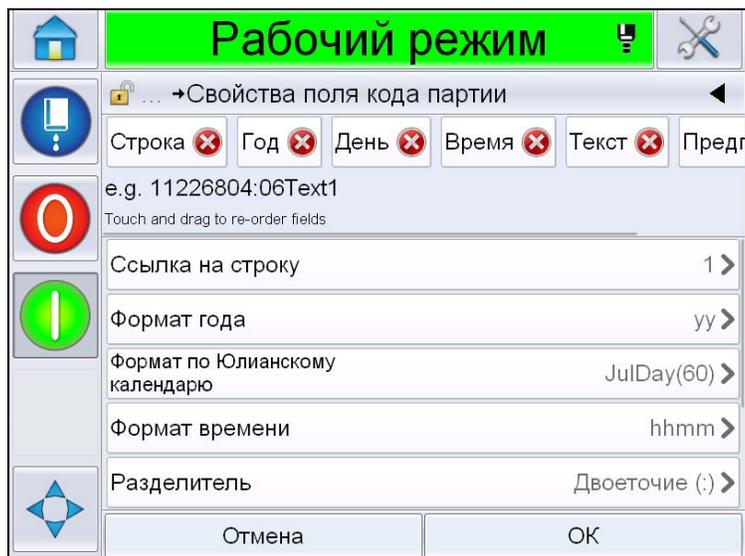

Рис. 5-30: Страница Свойств поля кода партии
- Нажмите . Отображает страницу *Добавить поле*. Выберите поле Кода времени/партии Отображает страницу *Свойства поля кода партии* (Рис. 5-30).